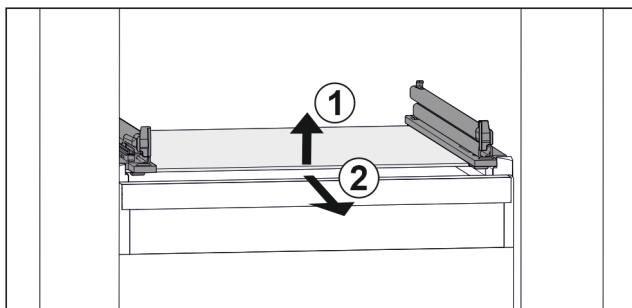

Fig. 109 Simbolična slika steklene plošče
- ▶ Stekleno ploščo dvignite v smeri naprej. Fig. 109 (1)
- ▶ Stekleno ploščo odstranite v smeri naprej. Fig. 109 (2)